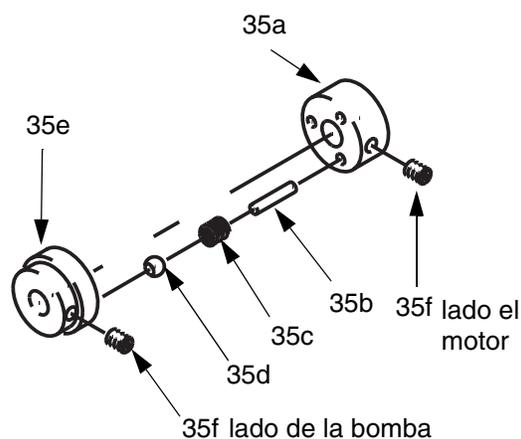

FIG. 6: Conjunto de acoplamiento 118158
2. Desde la parte inferior del tanque, retire los tornillos y las arandelas (23, 24, 25). Saque el motor (34) por la parte inferior del tanque.
3. Vea FIG. 6. Utilice una llave hexagonal de 1/8 pulg. para retirar el tornillo de fijación del lado del motor (35f). Deslice el acoplamiento del lado del motor (35a) desde el eje del motor.
4. Vea FIG. 6. Utilice la llave hexagonal de 1/8 pulg. para retirar el tornillo de fijación del lado de la bomba (35f). Deslice el acoplamiento del lado de la bomba (35e) desde la bomba.
5. Vea FIG. 6. Desarme el conjunto del acoplamiento (35a-f), inspecciónelo en busca de daños y reemplácelo.
6. Vea FIG. 6. Vuelva a instalar el acoplador siguiendo el orden inverso. Lubrique con lubricante Krytox[®]. Asegúrese de que los tornillos de fijación (35f) están instalados en las partes planas del eje del motor y alineados entre si.